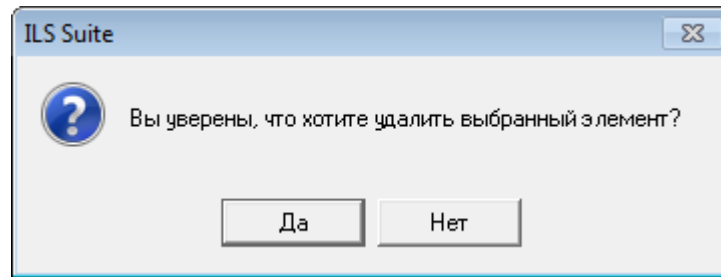

Рис. 10-312 – Диалоговое окно
5) Нажать кнопку «Удалить» панели «Правка» (рис. 10-312).